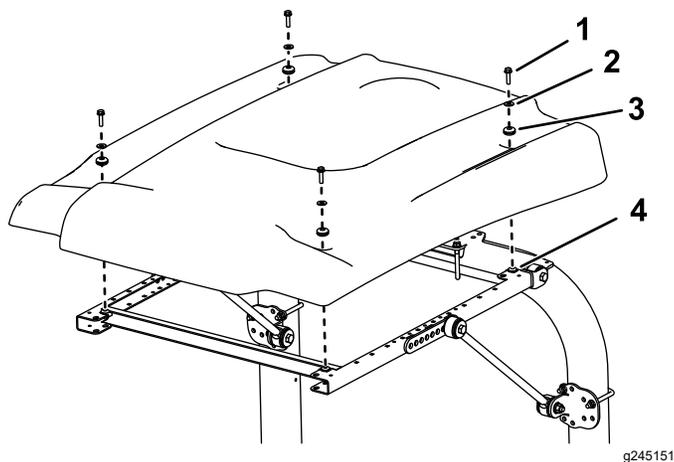

図 38
15. 図 38に示すようにサンシェードをフレームに載せて、取り付け穴を整列させる。
16. サンシェードの各コーナー部をフレームに仮止めするフランジヘッドボルト $\frac{5}{16}$  x  $1\frac{1}{4}$ "1本、小さいワッシャ1枚、ハトメ1個を使用する図 38。